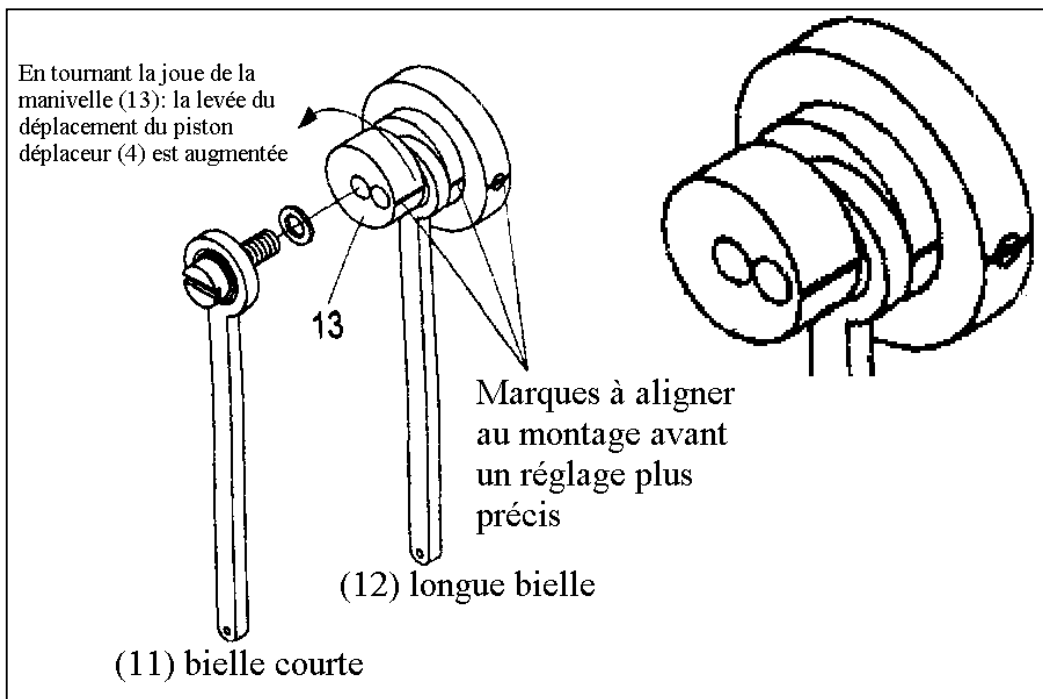

Figure 1 Marquage du vilebrequin
Le petit marquage sur la surface d'ampleur de la joue-manivelle (13) du maneton (21) doit se trouver à droite dans la vue de dessus du maneton (Figure 1) Alignez ce marquage avec celui de l'engagement (14).
Lors de l'alignement des marquages, (comme indiqué sur la figure 1), la course du piston déplaceur est encore trop petite. Par une légère torsion de la joue de la manivelle (13) sur le maneton, Il est possible d'augmenter la course du piston déplaceur (voir un dessin d'explosion figure 1).